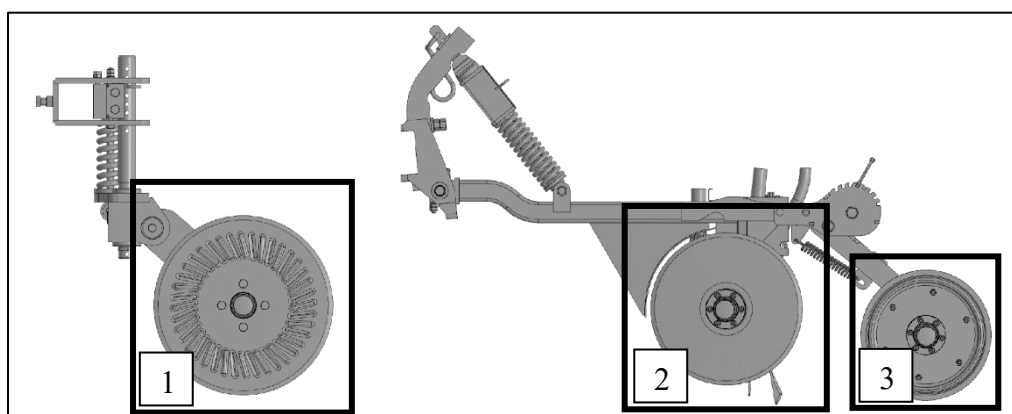

Рисунок 43 – Состав сошника в сборе:
Режущий диск (турбонож) (рисунок 43 (1)) производит нулевую обработку почвы. Он установлен жёстко по отношению к раме на отдельной стойке непосредственно перед каждым сошником. Диск прорезает пожнивные остатки и слой почвы, образуя в земле борозду для сошника. Глубина прорезания диском почвы регулируется путём перемещения стойки турбоножа по вертикали (индивидуально для каждого турбоножа).
Сошники (рисунок 43 (2)) установлены на раме сеялки. Конструкция сошника позволяет легко копировать рельеф почвы каждым сошником. Двойные диски сошников расширяют борозду режущего диска, образуя посевную канавку. Каналы семяпроводов, установленные между дисками, подают посевной материал в посевное ложе, где при помощи пакователя семян обеспечивается плотный контакт посевного материала с почвой. Силу прижима, необходимую сошнику для расширения борозды, обеспечивает масса сеялки, которая воздействует на сошник через пружины.
Укрывающие колёса (рисунок 43 (3)) выполняют две важные функции. Во-первых, закрывают борозду, осыпая её края и уплотняют её. Во-вторых, укрывающие колёса управляют глубиной заделки посевного материала. Чем выше укрывающее колесо движется относительно двойных дисков, тем глубже будет посев. Глубина сева регулируется перемещением упоров на каждом сошнике. Рычаг укрывающего колеса имеет большой ход вниз, что позволяет, даже при наезде диска сошника на препятствие, осуществлять прикатывание за счёт пружины и собственного веса узла.